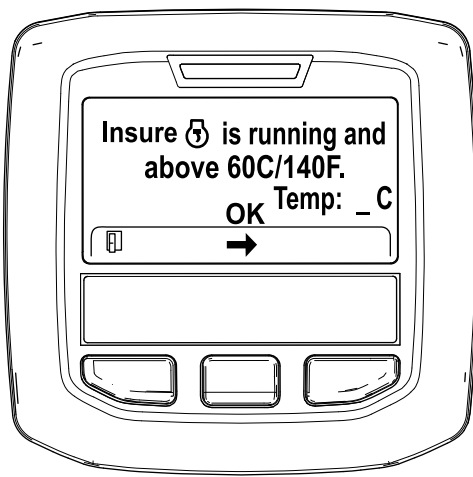

Bild 46
5. Wenn die Kühlmitteltemperatur unter 60°C liegt, wird die Meldung „Insure  is running and above 60C/140F“ angezeigt (Bild 46).